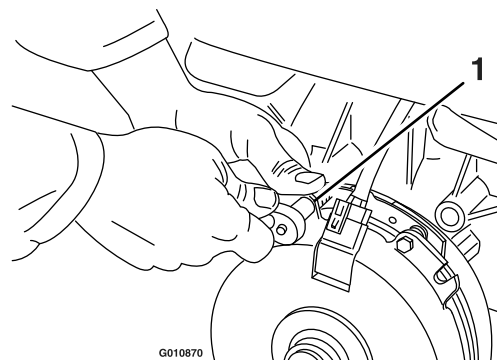

Figure 64
- A. Desserrez les boulons de fixation du frein d'un demi à un tour complet, comme montré à la Figure 64.